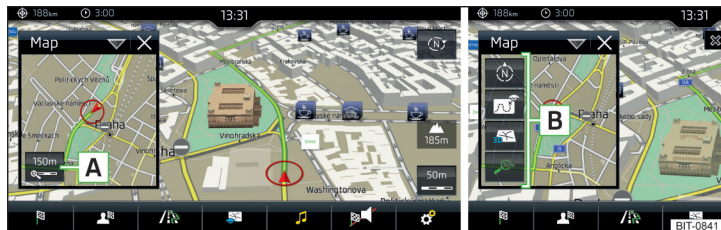

Fig. 228 Carte dans la fenêtre supplémentaire
► Dans la fenêtre supplémentaire, appuyez sur la touche de fonction **A** » fig. 228.